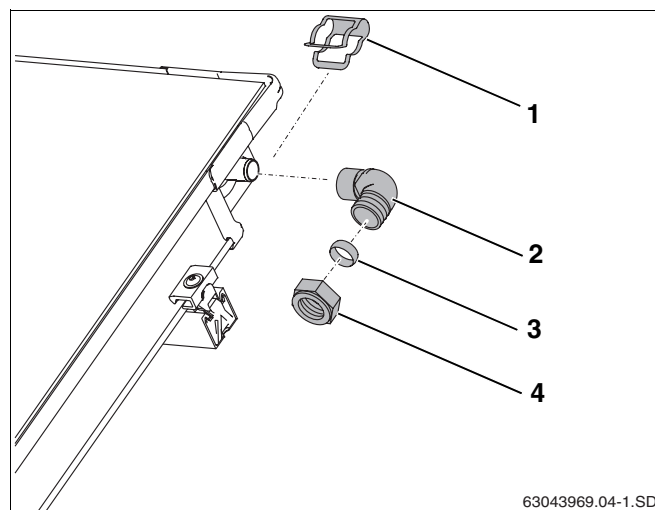

Fig. 57 Montaggio della tubazione di mandata (senza disaeratore sul tetto)
- ▶ Inserire l'innesto angolare a baionetta (fig. 57, **pos. 2**) con l'anello di fissaggio e il dado di raccordo sul raccordo del collettore.
- ▶ Fissare l'innesto angolare a baionetta con la clip di fissaggio (fig. 57, **pos. 1**).